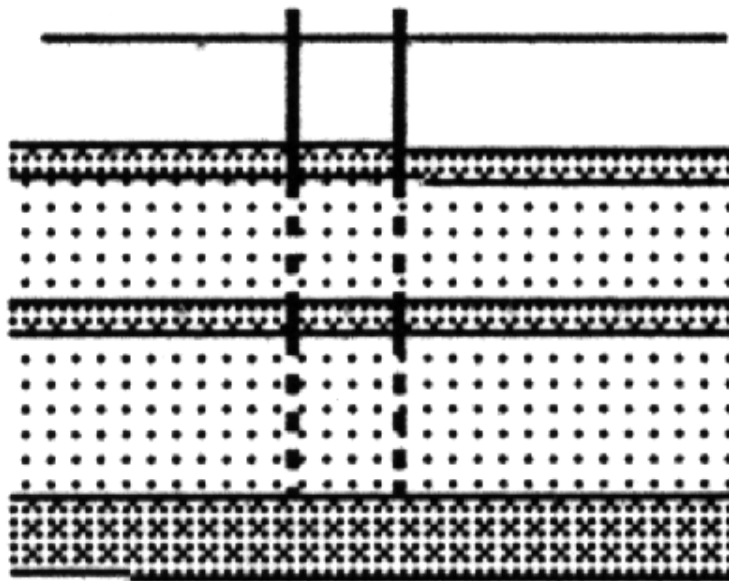

Figure 17: Aquifère multicouche
- Dans un aquifère multicouche, on crépine le maximum d'aquifères (fig17.). Dans les nappes libre on ne crépine que la moitié mouillée inférieure à cause du rabattement.